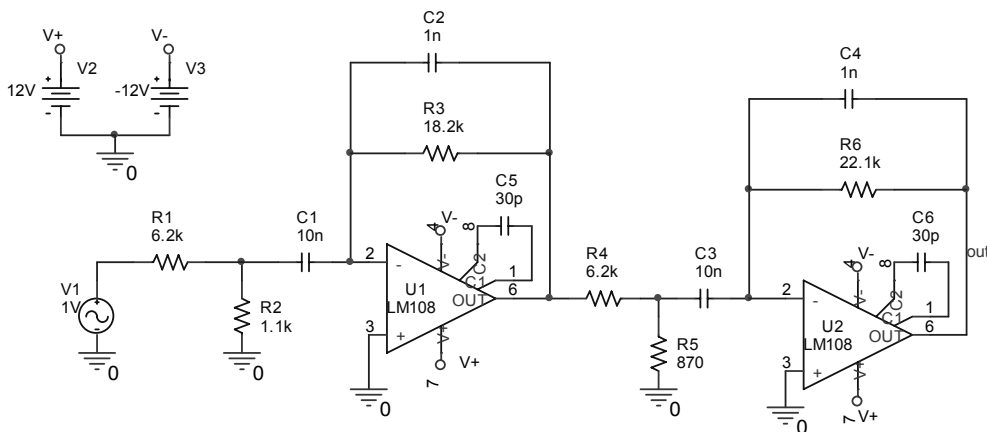

Figura 5.77. Schema filtrului Cebîșev
1. Într-un proiect nou, desenați schema filtrului activ de tip Cebîșev prezentată în figura 5.77. Valorile componentelor sunt următoarele:  $U_1$ ,  $U_2$  – LM108 (din biblioteca OPAMP.LIB,  $R_1 = R_4 = 6,2 \text{ k}\Omega$ ,  $R_2 = 1,1 \text{ k}\Omega$ ,  $R_3 = 18,2 \text{ k}\Omega$ ,  $R_5 = 870 \Omega$ ,  $R_6 = 22,1 \text{ k}\Omega$ ,  $C_1 = C_3 = 10 \text{ nF}$ ,  $C_2 = C_4 = 1 \text{ nF}$ ,  $C_5 = C_6 = 30 \text{ pF}$ ,  $V_1$  – sursă AC.